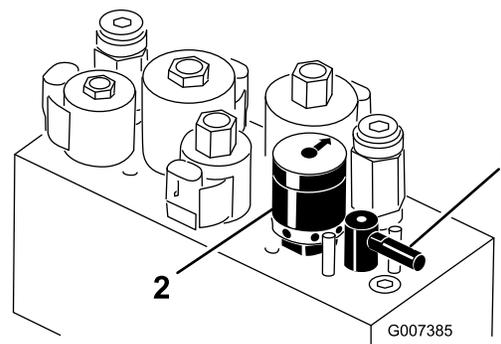

Figure 56
4. Pour régler la vitesse des cylindres, tournez le bouton (Figure 56) jusqu'à ce que la flèche soit en face du numéro correspondant au réglage voulu.